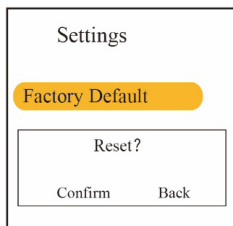

Figure 4.10J Paramétrage par défaut
- **Version** : Pour voir le numéro de version du logiciel, comme le montre la figure 4.10J.